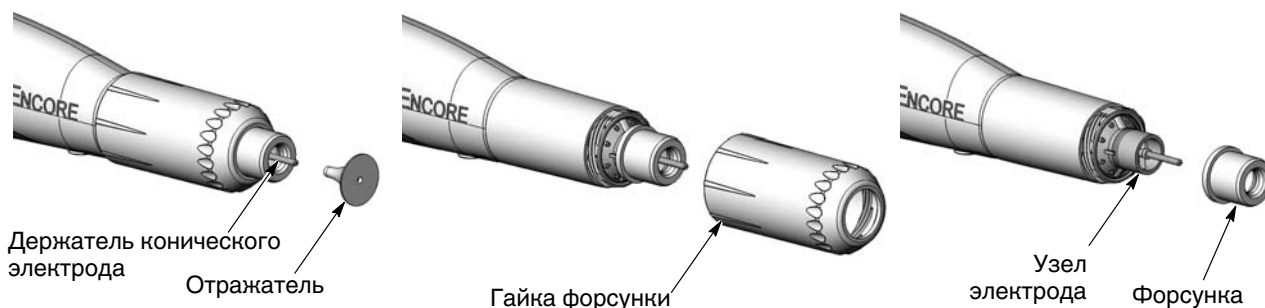

Рис. 4-8 Замена конических форсунок
2. См. рис. 4-8. Осторожно снять отражатель с узла электрода. Если заменяется только отражатель, поставить новый отражатель на узел электрода, соблюдая осторожность, чтобы не погнуть провод электрода.